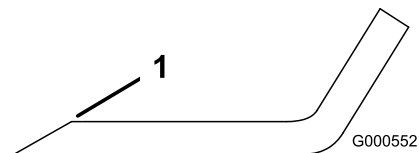
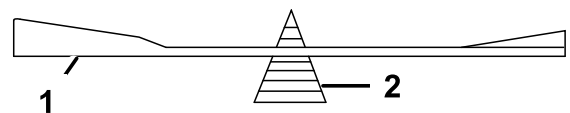

Figure 46
Figure 47
1. Au moyen d'une lime, aiguiser les tranchants aux deux extrémités de la lame (Figure 46). Veillez à conserver l'angle de coupe d'origine. Limez la même quantité de métal sur chacun des deux tranchants pour ne pas déséquilibrer la lame.
2. Vérifiez l'équilibre de la lame en la plaçant sur un équilibreur (Figure 47). Si la lame reste horizontale, elle est équilibrée et peut être utilisée. Si la lame est déséquilibrée, limez un peu l'extrémité de la partie relevée seulement (Figure 46). Répétez la procédure jusqu'à ce que la lame soit équilibrée.